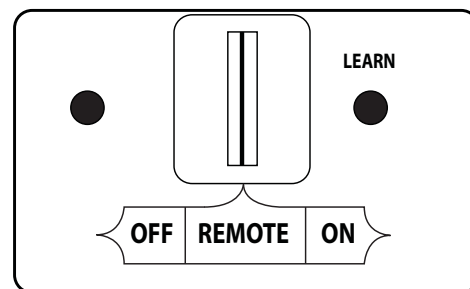

Fig. 42-1 Détail récepteur de télécommande (REMOTE)
1. Repérez l'interrupteur à 3 positions sur le récepteur de télécommande (voir Fig. 42-1), Et faites glisser le commutateur sur la position **REMOTE** (éloigné).